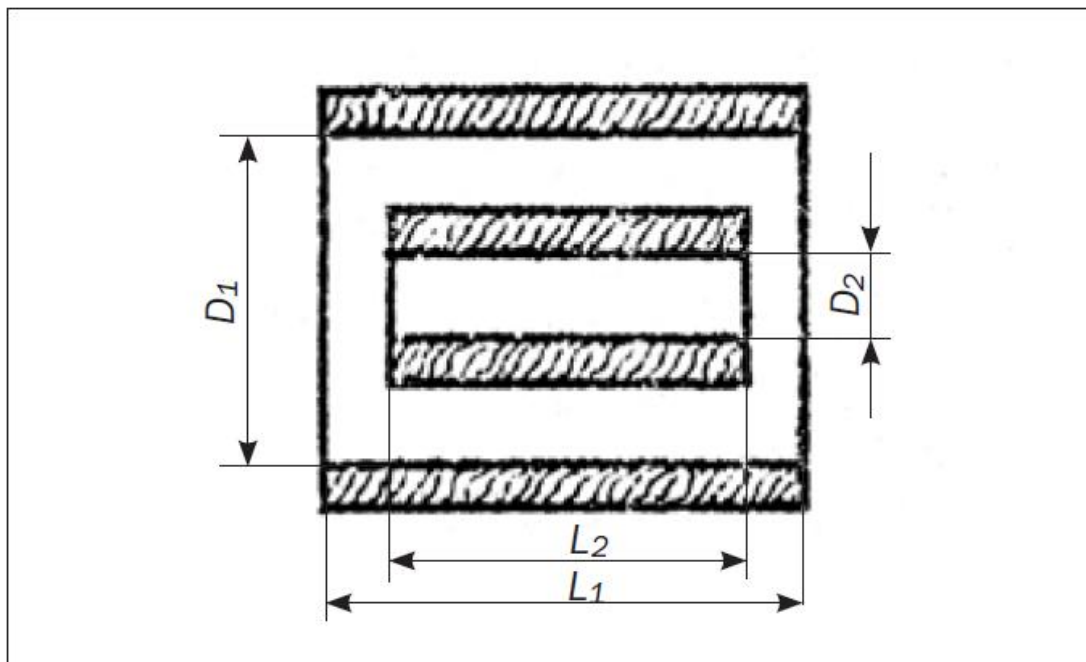

Рис. 1. Размеры ТТУ до и после усадки:
2.4. При монтаже ТТУ используются в виде отрезков, длина и диаметр которых определяются условиями применения. При подборе типоразмера ТТУ используются основные конструктивные показатели отрезков ТТУ (Рисунок 1):